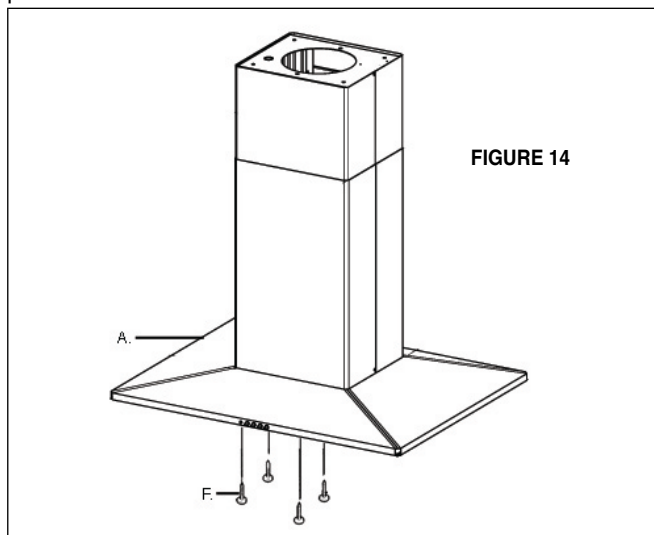

FIGURE 14
4. Ensuite, fixer par le bas, au moyen de quatre vis fournies (F de la FIGURE 14) la HOTTE (A de la FIGURE 14) au treillis prévu.